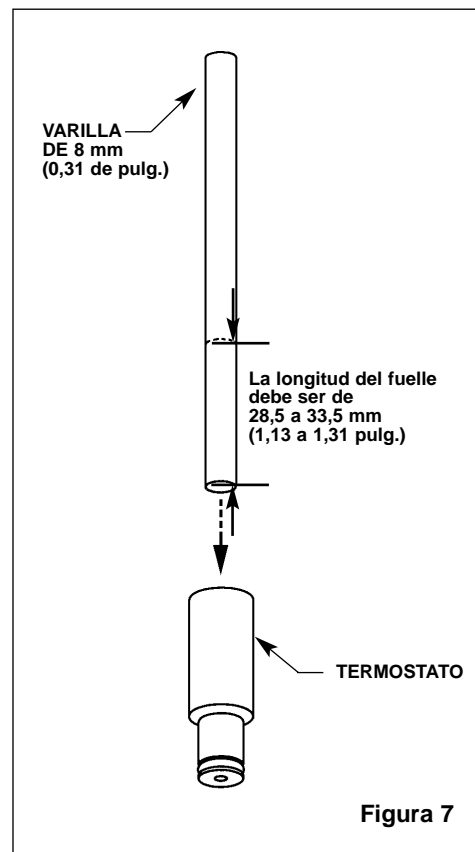

Figura 7
2. Inserte una varilla de 8 mm (0,31 de pulg.) de diámetro dentro del fuelle del termostato. Marque la longitud de la varilla dentro del fuelle (vea Figura 7).
3. Marque la longitud del fuelle del termostato [a temperatura ambiente, con 4,45 kg / 44,5 N (10 libras) de fuerza, la longitud del fuelle debe ser aproximadamente 32 mm (1,25 pulg.)] (vea Figura 7).